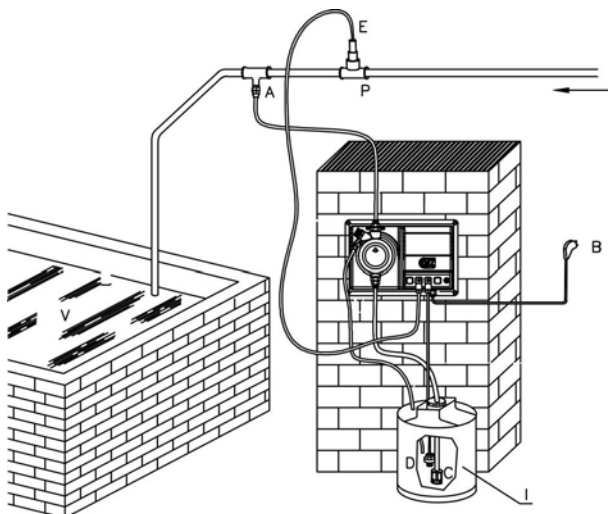

Fig. 17
8.2 - TYPICAL INSTALLATION (Fig. 17)